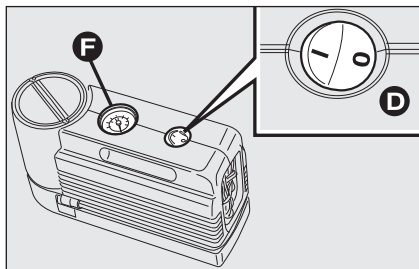
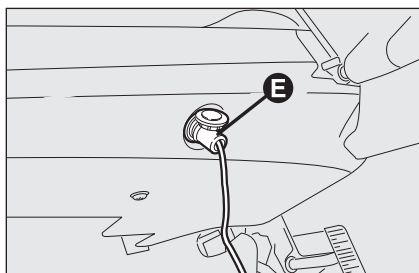

fig. 10
fig. 11
- assicurarsi che l'interruttore **D-fig. 10** del compressore sia in posizione **0** (spento), avviare il motore, inserire la spina **E-fig. 11** nella presa di corrente più vicina e azionare il compressore portando l'interruttore **D-fig. 10** in posizione **I** (acceso). Gonfiare il pneumatico alla pressione prescritta nel paragrafo "Pressione di gonfiaggio" del capitolo "Dati Tecnici".
Per ottenere una lettura più precisa, si consiglia di verificare il valore della pressione sul manometro **F-fig. 10** con il compressore spento;